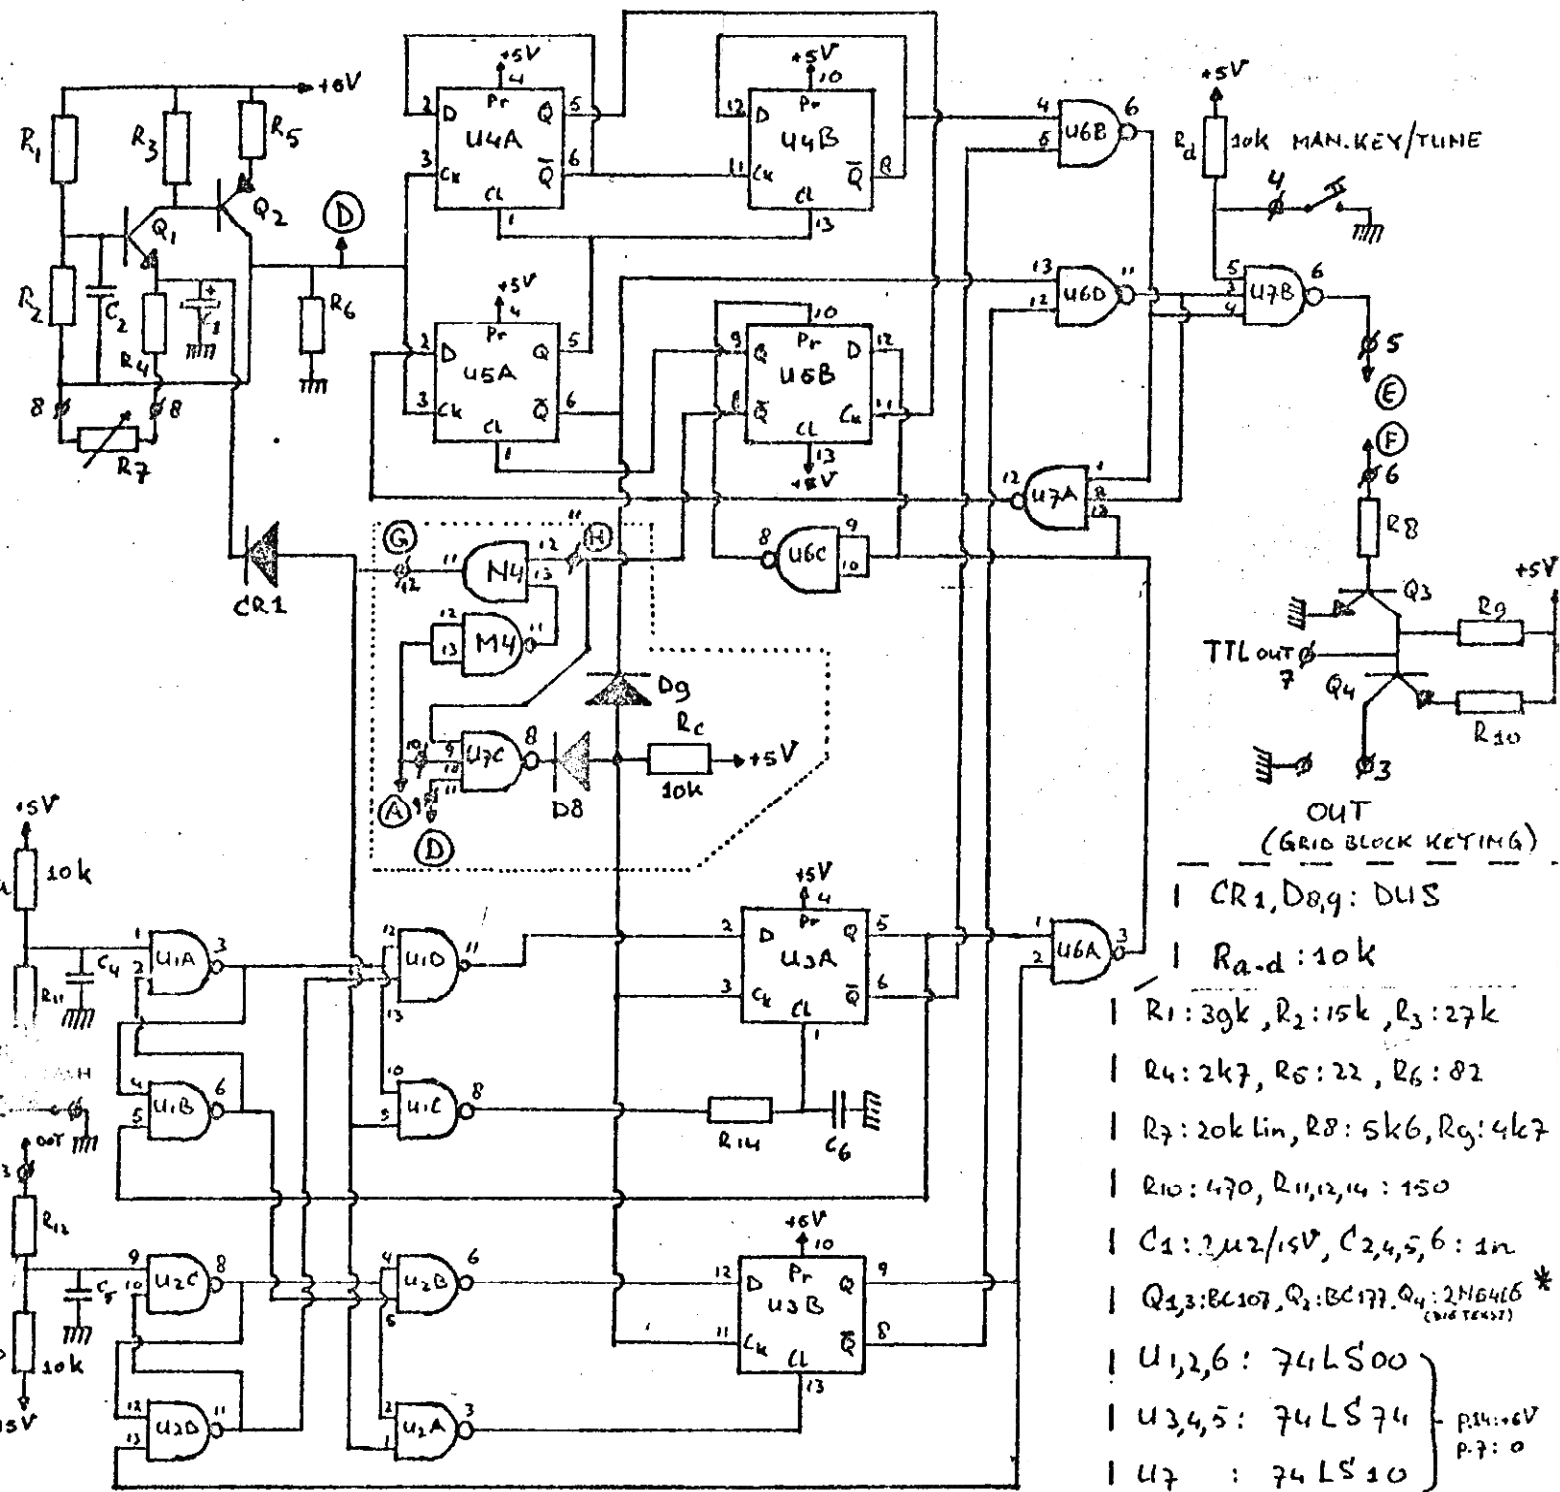

FIG. 2: "Accu-KEYER" (WB4VVF)
a. Het getekende outputcircuit (met Q3 en Q4, zie fig.2) is geschikt voor zg. gridblock keying waar de meeste transceivers (TS-520/820, FT-101 ed.) mee werken. De schakeltransistor Q4 is een pnp-tor geschikt voor hoge spanning (V_{ceo} tenminste -150 V). Het is gebleken dat een dergelijke transistor erg moeilijk te verkrijgen is. Destijds werd door de schrijver een 2N5416 (V_{ceo}=ca.-300 V)*gekocht. Bij de betreffende firma is deze tor niet meer leverbaar. Het in het oorspronkelijke ontwerp aangegeven type 2N4888 kon nergens verkregen worden. Het is dus even zoeken naar een geschikte transistor.